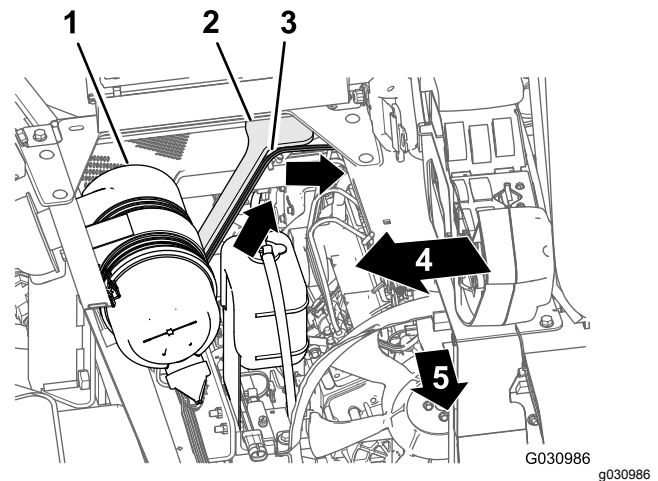

Bild 109
- Verlegen Sie den 165-cm-Zweig des Kabelbaums nach oben und in den hinteren Teil des Motorraums, entlang der rechten Stütze für die Motorhaube und an der Vorderseite des Schachts, der den Luftfilter und den Motor verbindet (Bild 109).